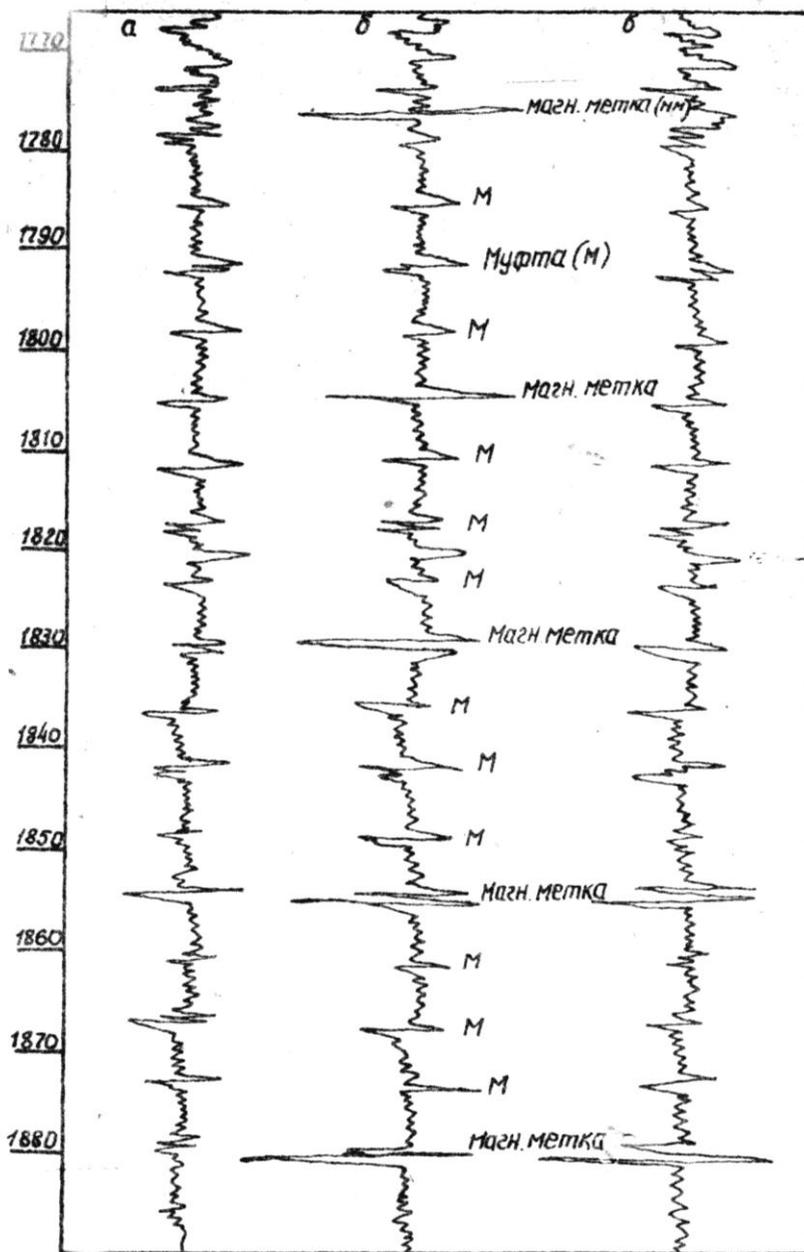

Рис.2
- Спустить ПО в скважину для записи контрольной кривой магнитной индукции вдоль всего исследуемого интервала (см. рис. 2а).
- После установки меток провести их регистрацию при подъёме ПО (см. рис. 2б). Если метки трудноразличимы на собственном магнитном фоне труб, то повторить установку меток при повышенном напряжении.
- После деформации труб вновь провести регистрацию меток с помощью ПО (см. рис. 2в).